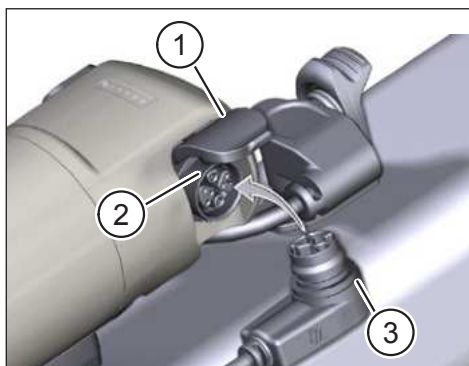

Fig. 3: Charger le Range Extender
- Soulevez le couvercle (élément 1 Fig. 3) du port de chargement du Range Extender.
- Vérifiez que les contacts du port de chargement (élément 2 Fig. 3) sont propres et nettoyez-les si nécessaire.
- Branchez la prise du chargeur (élément 3 Fig. 3) dans le port de charge du Range Extender.